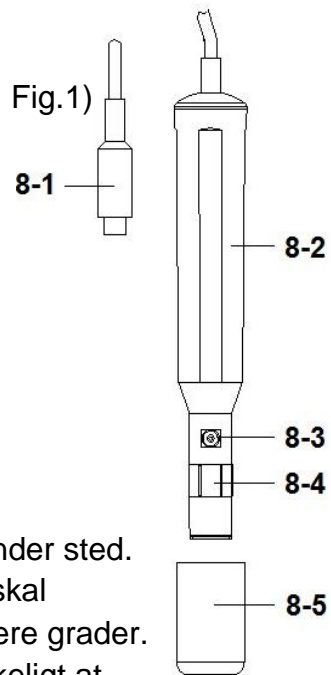

Fig. 5
1. Tilslut ilt proben (valgfri, DOPB-11), (8-1, Fig.5) til "DO" stikket (3-14, Fig.1)
1. Tilslut proben (8-1, Fig. 5) til "DO" stikket (3-14, Fig. 1).
Bruges proben ikke, skal probehovedet monteres i probe beskyttelsescoveret (8-5, Fig. 5).